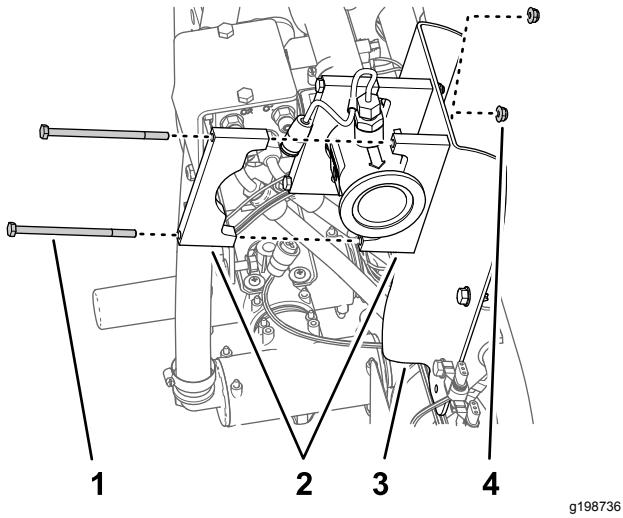

图75
- 对齐流量计与流量计支架之间的两半支撑夹具分别对齐两半支撑夹具与支架中的孔图75。
- 对齐流量计后侧支撑夹具的一半与您在步骤 3 中组装的两半夹具的其中一个图75。
- 使用 2 个螺栓 $\frac{1}{4} \times 4\frac{1}{2}$ 英寸和 2 个凸缘锁紧螺母 $\frac{1}{4}$ 英寸将两半的夹具组装到流量计支架图75。